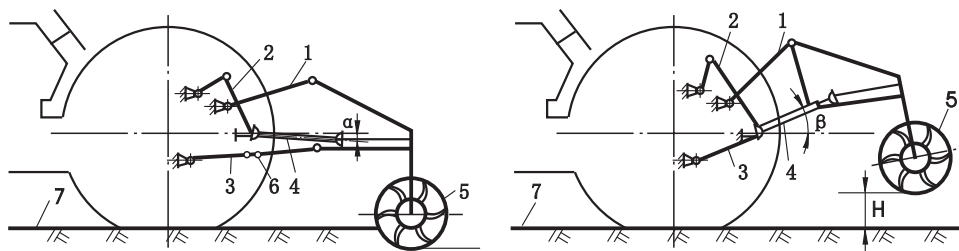

图1-1 东方红拖拉机配带旋耕机具
(9)使用动力输出轴驱动农具以前，应检查拖拉机和驱动农具匹配合理性。一般耕作时，应使动力输出轴与万向节传动轴的夹角 α 不大于 10° ，见图 1-1(a)，地头转弯提升农具后，动力输出轴及农具输入轴与传动轴夹 β 不大于 30° ，此时旋耕机刀滚离地高度匀应不小于 250mm，见图 1-1(b)。